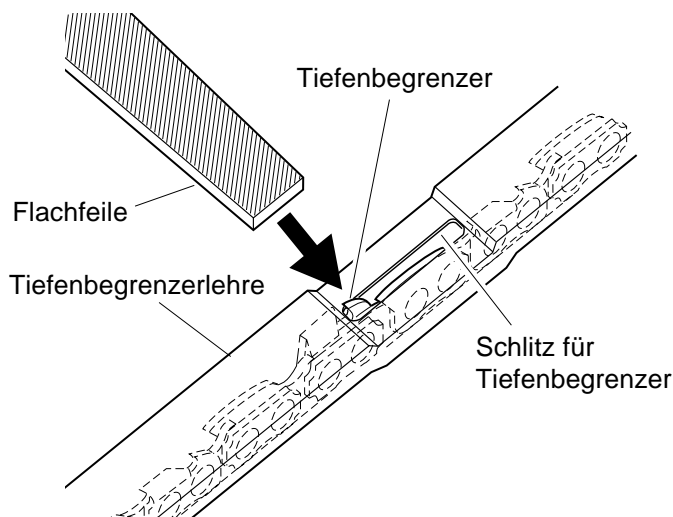

Abb.22 - Tiefenbegrenzerlehre auf der Kette
1. Tiefenbegrenzerlehre fest auf zwei Schneidezähne setzen. Der Tiefenbegrenzer muß im Schlitz der Tiefenbegrenzerlehre zu liegen kommen (siehe Abb.22).